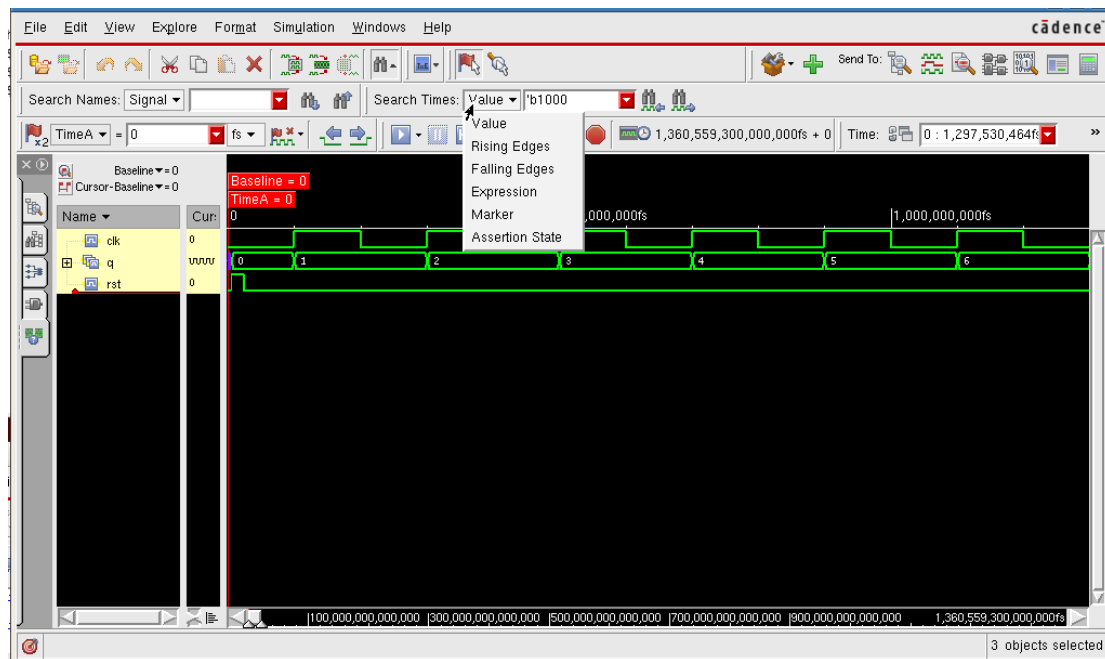
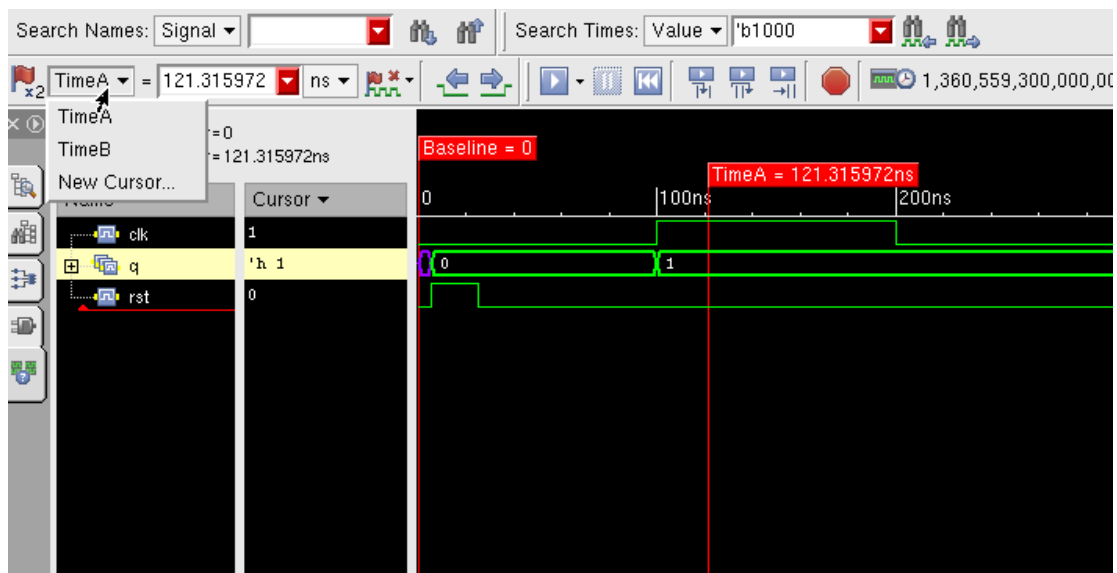

图4
图5
仿真一段时间后，可以看到波形窗口出现波形，如图4。
- (1) 按住Ctrl键，上下滑动鼠标滚轮，可以对波形图进行放大或缩小；
- (2) 在图4中红色圆框中输入信号名(如q)，可以查找到相应信号，适用于波形图中波形文件较多时快速定位至所需要观察的信号；
- (3) 在Search Times选项后点下拉菜单，可以查找信号值等于某一个值，或信号的上升沿下降沿时间等，也可输入公式查找；
- (4) 在TimeA=后框中输入时间，或在图形窗口中直接拖动红色旗帜状TimeA，可以改变TimeA的值，选择TimeA下拉菜单New cursor，可以设置新的TimeB，如图5，赋值方式同上；